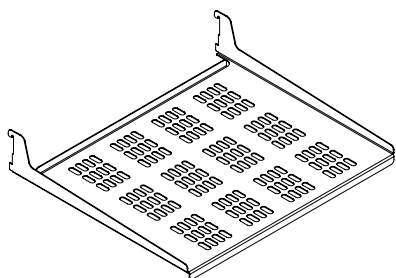

Figura 34
(2) estantes en voladizo de chapa metálica perforada (vea la Figura 34).